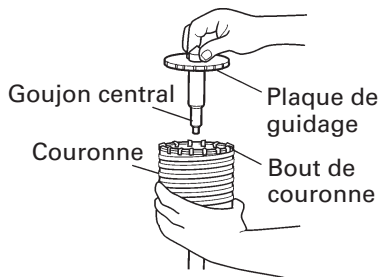

Fig. 17
- (4) Engager la plaque de guidage dans la couronne et tourner la plaque de guidage à gauche ou à droite de manière à ce qu'elle à ce qu'elle ne puisse pas tomber, même si elle orientée vers le bas. (Fig. 17)